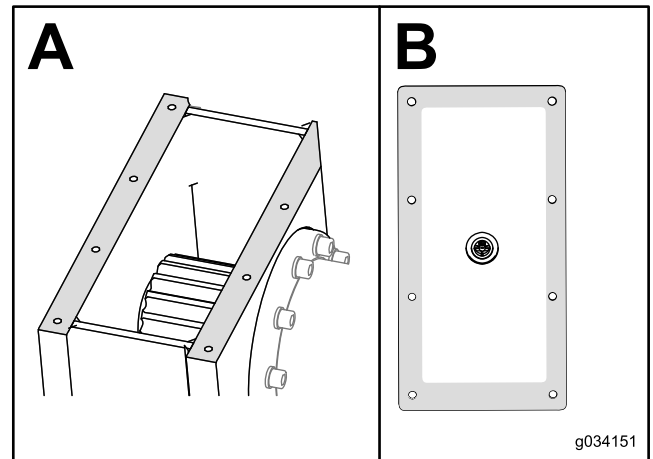

Figura 138
9. Quite el sellador de la caja de engranajes y de la tapa (Figura 138).
10. Ponga sellador RTV nuevo de grado automotor alrededor del borde de la tapa (Figura 138, B).